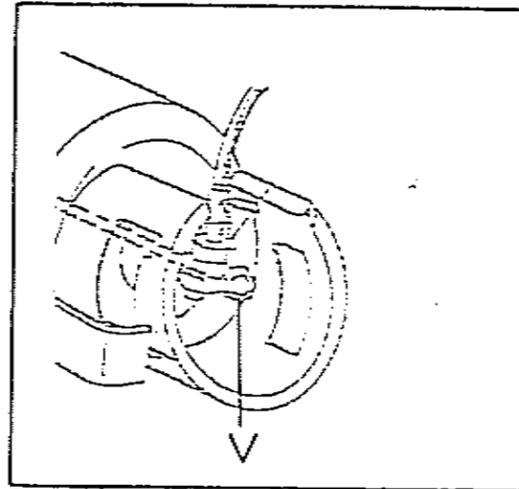

Abb. 1
1. Entnahmeventil "V" (Abb.1) an der Gasflasche langsam öffnen.